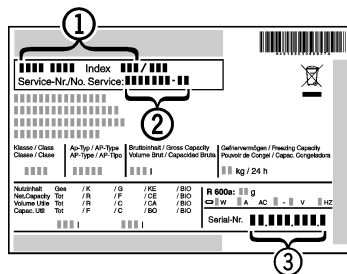

Fig. 9
- ▶ Laitteen nimitys Fig. 9 (1), service-n:o Fig. 9 (2) ja sarja-n:o Fig. 9 (3) löytyvät tyyppikilvestä Tyyppikilpi sijaitsee vasemmalla sisäpuolella.
- ▶ Ilmoita asiakaspalveluun vika, laitteen nimi Fig. 9 (1), service-n:o Fig. 9 (2) ja sarja-n:o Fig. 9 (3).